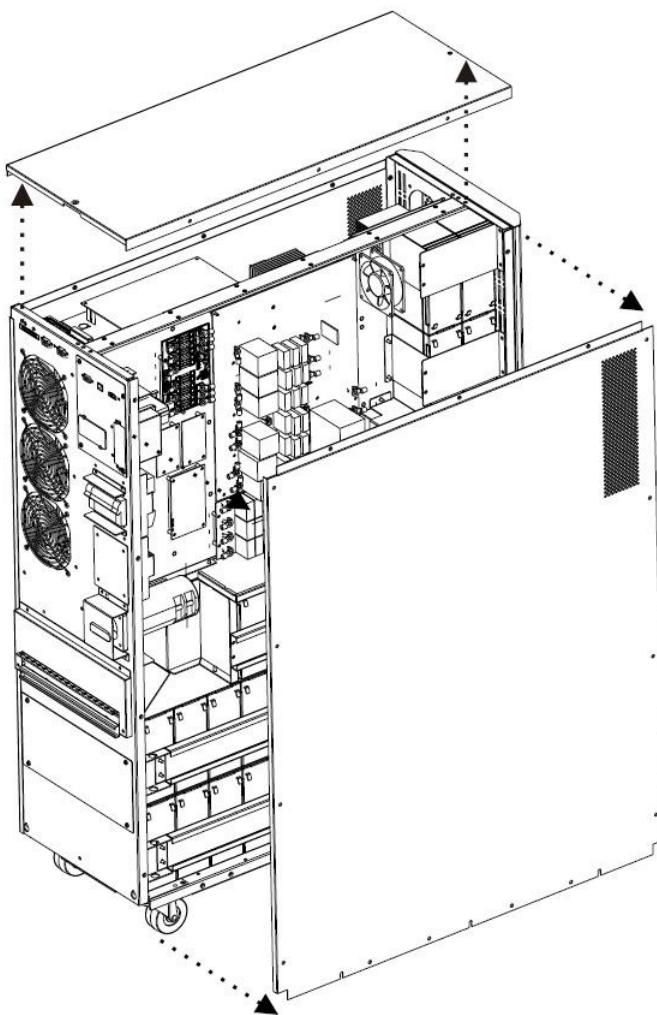

Figura 3.2
- 2) Retire la placa superior, placas del lado derecho y lado izquierdo (Figura 3.2).